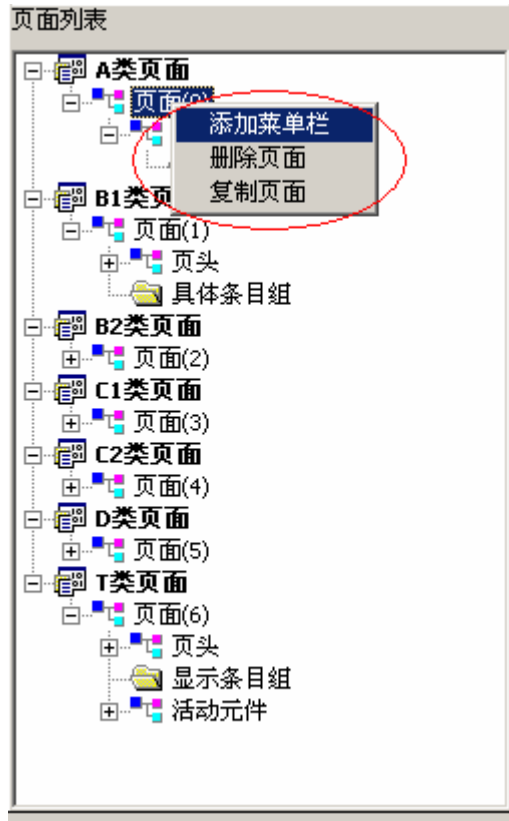

图 4.23
在新增加的页面节点“页面 (0)”的关联菜单中选择“添加菜单栏”（如图 4.23），将增加一个菜单栏，在菜单栏的节点关联菜单中选择“添加菜单”，将增加一个菜单。这些项的删除复制等操作都是通过各自的关联菜单命令来完成的。